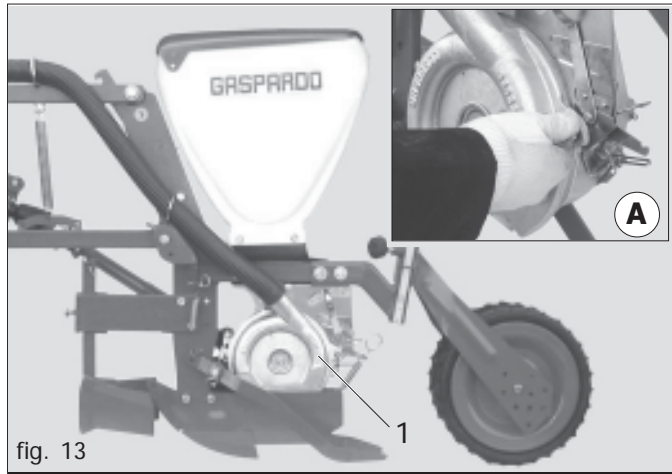
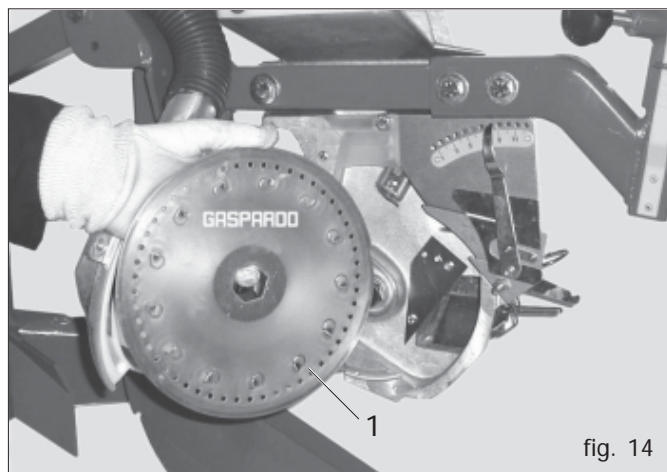

fig. 13
fig. 14
Dans les distributeurs (1 Fig. 13) il faut installer un disque (1 Fig. 14) choisi selon la dimension de la graine (qui ne doit pas entrer dans le trou). Les graines qui bouchent les trous du disque par remous seront ensuite laissés sur le sol. Le semoir est livré au client avec une série de disques en dotation.
- Installer le disque avec les tétons tournés vers la partie interne du distributeur (1 Fig. 14).
- Ne serrer l'écrou à ailettes pour la fermeture du couvercle que manuellement (A Fig. 13).
- 4) Dévisser et enlever l'écrou à ailettes (A Figure 13);